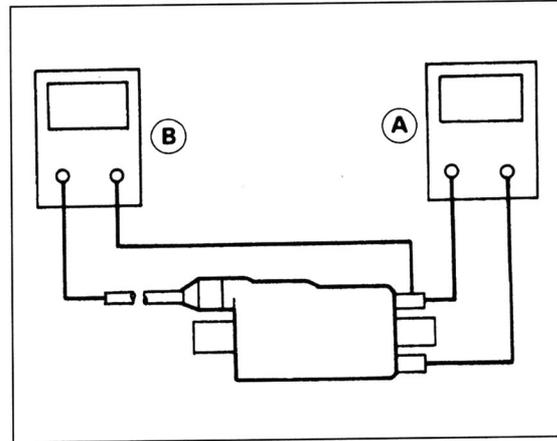

Bild 126
- Zündspule (Bild 121) braucht zur Widerstandsmessung nicht ausgebaut zu werden. Widerstand der Primärwicklung zwischen Steckkontakten der Zündspule messen (Bild 126). Sollwert: 2,6 – 3,2 Ω.
- Widerstand der Sekundärwicklung ohne Kerzenstecker messen (Bild 126). Sollwert: 13,5 – 16,5 kΩ.